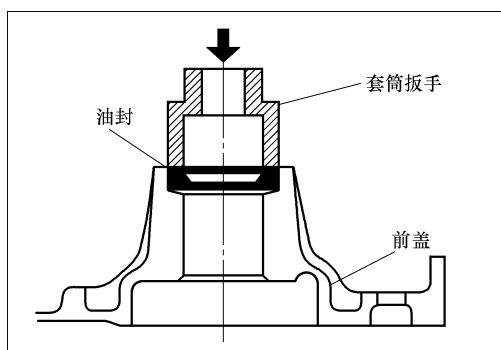

图 2-100 安装机油泵油封
6) 安装机油泵油封。如图 2-100 所示，使用套筒扳手，将机油泵油封压入前盖内。